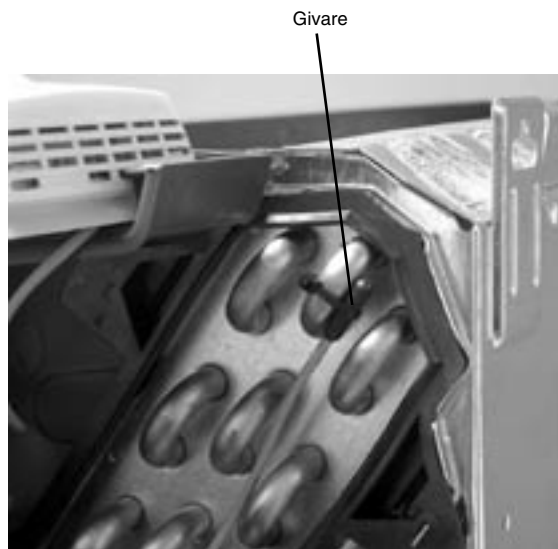

Fig. 3
- a. Temperaturgivaren monteras på den övre röjböjen i mitten med buntband enligt fig. 3.